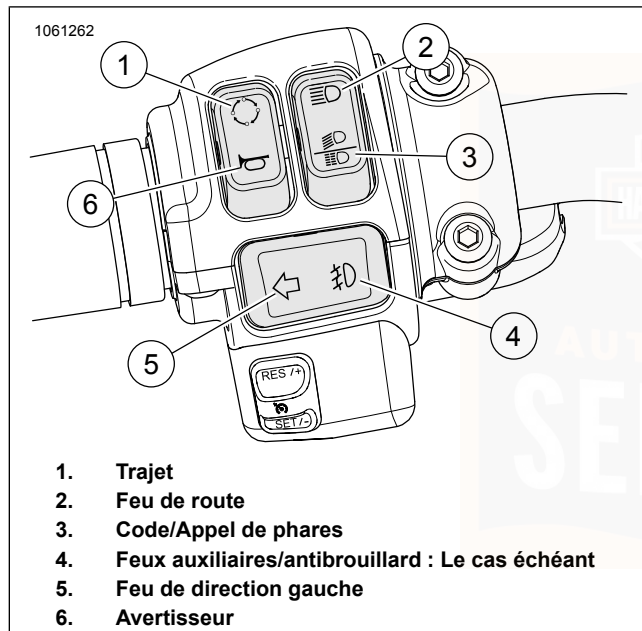

Figure 27. Module de commutateur gauche du guidon (typique)
Voir Figure 27. Le bouton du compteur de trajet (1) active les compteurs de trajet. Le bouton du compteur de trajet sert également à parcourir les écrans optionnels de l'affichage du compteur kilométrique. Lorsque le contact est coupé, le bouton du compteur de trajet peut activer les affichages de l'heure ou du compteur kilométrique. Voir Tableau 28.
Voir Figure 27. Appuyer sur le commutateur du feu de route (2) pour activer le feu de route. Le voyant de feu de route (bleu) est allumé lorsque le feu de route est activé. Voir Tableau 28.
Code : Voir Figure 27. Appuyer sur la partie inférieure du commutateur (3) pour allumer le code.
Voir Figure 27. Appuyer sur le commutateur de feu auxiliaire/antibrouillard (4) pour activer les feux auxiliaires/antibrouillard. Voir Tableau 28
Activer : voir Figure 27. Appuyer sur le commutateur de feu de direction gauche (5) pour activer le feu de direction gauche. Voir Tableau 28.
Voir Figure 27. Pour actionner l'avertisseur, appuyer sur le commutateur d'avertisseur (6). L'avertisseur peut être activé